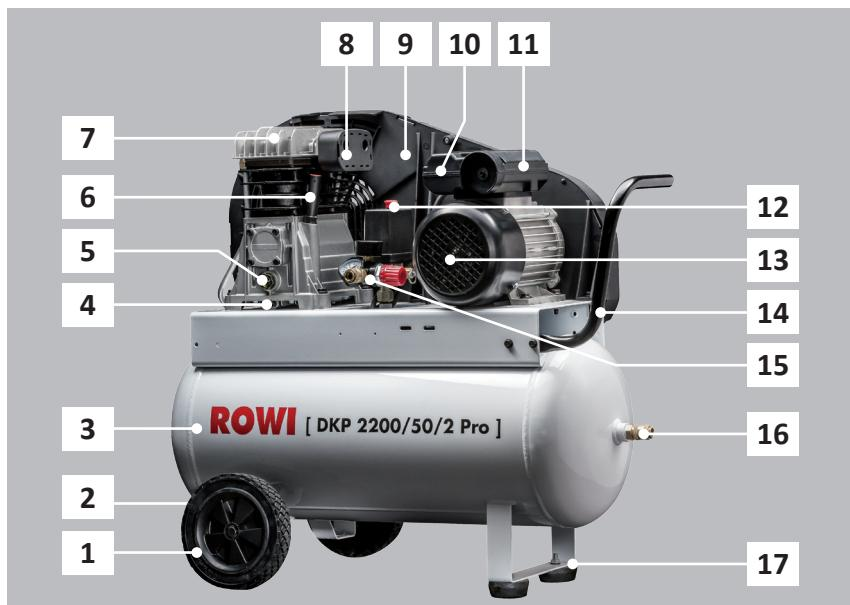
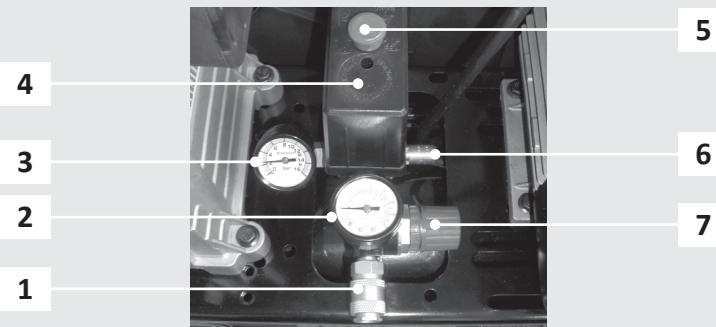
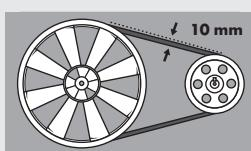

Abb.2: Geräteübersicht
Abb.3: Druckluftarmatur
Abb. 4: Keilriemen prüfen und spannen
1. Vergewissern Sie sich, dass der rote Knopf am Druckschalter (**Ein-/Ausschalter**, siehe Abb. 3, Nr. 5) ganz nach unten gedrückt ist. Schließen Sie dann den Kompressor an eine geerdete, durch einen FI-Schutzschalter (max. 30 mA) abgesicherte Steckdose (230 V ~ 50 Hz) an.
3. Starten Sie den Kompressor, indem Sie den roten Knopf am Druckschalter (**Ein-/Ausschalter**, siehe Abb. 3, Nr. 5) hochziehen. Wir empfehlen Ihnen, das Gerät einmal so lange laufen zu lassen, bis der maximale Kesseldruck erreicht wurde und das Gerät automatisch abschaltet. Schließen Sie dann das gewünschte Druckluft-Werkzeug an (siehe Kapitel 5.3).
3. Schalten Sie den Kompressor ein, indem Sie den roten Knopf am Druckschalter (**Ein-/Ausschalter**, siehe Abb. 3, Nr. 5) hochziehen. Lassen Sie den Kompressor mit geöffnetem Wasserablass-Hahn 2-3 Minuten laufen. Das Gerät erwärmt sich während dieser Zeit so, dass es für den weiteren Betrieb bereit ist.
An der Kesselvorderseite befindet sich eine **Schnellkupplung für ungeminderter Druck** (siehe Abb. 2, Nr. 16). Dieser Anschluss empfiehlt sich für Druckluft-Werkzeuge, die keinen bestimmten Arbeitsdruck benötigen. An der Druckluftarmatur befindet sich eine **Schnellkupplung**, an der die Luft druckgemindert zur Verfügung gestellt wird (siehe Abb. 3, Nr. 1). Hier schließen Sie Druckluft-Werkzeuge an, die mit einem vorgegebenen Druck arbeiten.
Drehen Sie das Einstellrad des Druckminderers (siehe Abb. 3, Nr. 7) im Urzeigersinn in Richtung +.
Drehen Sie das Einstellrad des Druckminderers (siehe Abb. 3, Nr. 7) in Richtung -.
1. Drücken Sie zum Abschalten des Gerätes den roten Knopf am Druckschalter (Ein-/Ausschalter, siehe Abb. 3, Nr. 5) nach unten. Das Gerät darf niemals durch Ziehen des Netzsteckers abgeschaltet werden. Das Ziehen des Netzsteckers ohne zuvor den Knopf am Druckschalter hinunter zu drücken, deaktiviert die Druckentlastung.
- ▶ Schalten Sie den Kompressor ab, indem Sie den roten Knopf am Druckschalter (siehe Abb.3, Nr. 5) nach unten drücken.
Schwarze Abriebstellen und ein Flattern des Keilriemens beim Anlaufen des Kompressors sind Zeichen für einen nicht korrekt gespannten Keilriemen. Prüfen Sie die Keilriemenspannung spätestens nach 100 Betriebsstunden und dann mindestens einmal pro Monat. Entfernen Sie hierfür die **Keilriemenabdeckung** (siehe Abb. 2, Nr. 9) und prüfen Sie die Keilriemenspannung wie in Abb. 4 dargestellt, indem Sie die Oberseite des Riemens mit dem Finger leicht nach unten drücken. Die optimale Stelle zur Prüfung der Spannung befindet sich mittig zwischen den beiden Riemscheiben. Der Riemen sollte hier unter leichtem Druck ca. 10 mm nachgeben. Sollte dies nicht der Fall sein, ist unbedingt die Spannung des Keilriemens einzustellen. Gehen Sie dabei wie folgt beschrieben vor: